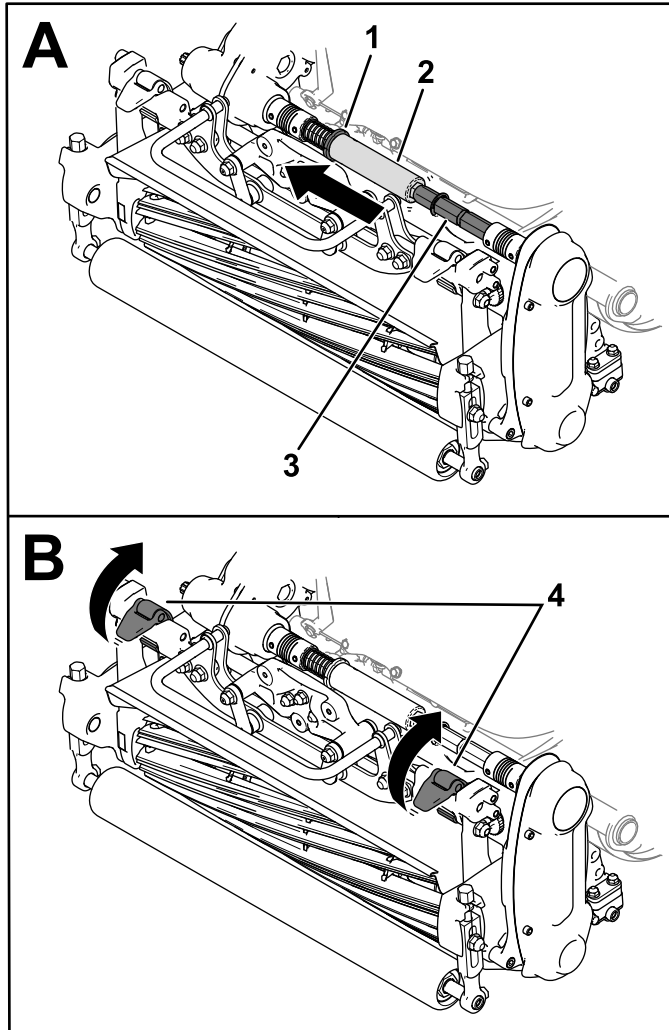

Bild 39
3. Schieben Sie den Bund (Bild 39) in die Nut der Getriebewelle.
4. Schieben Sie das Sechskantrohr von der Kupplungswelle des Mähwerks herunter (**Bild 39**).
5. Klappen Sie die Aufhängeriegel nach oben, um das Mähwerk von der Maschine zu lösen (**Bild 39**).